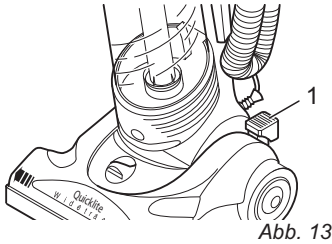

Abb. 13
3. Betätigen Sie den Fußschalter (Abb. 13/1) zum Lösen des Bürstenfußes. Sie können den Griff nun vor und zurück bewegen.